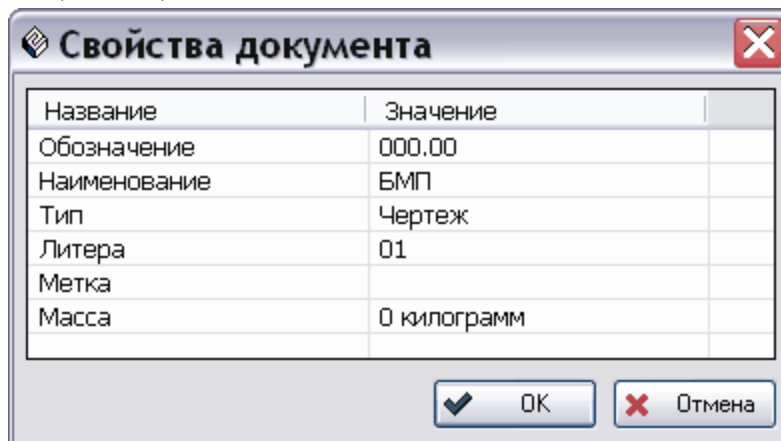

Рис. 74
6. В менеджере документов щелкните два раза левой кнопкой мыши в любой части строки с документом **000.00.slddrw** или вызовите контекстное меню документа и выберите пункт **Свойства документа**. При этом появится окно **Свойства документа** (Рис. 74).
7. Введите значение **Наименования**, которое должно совпадать со значением наименования модели БМП - «БМП» (Рис. 74). О вводе значений свойств документа смотрите в разделе 8.2. «Свойства документа».